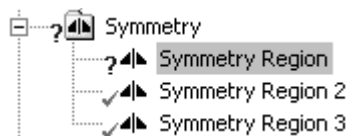

图 7.5.56 展开的所有项
步骤11 整理约束。在“Outline”窗口中展开  Symmetry 节点下的所有内容,如图 7.5.56 所示,右击  Symmetry Region 选项,在弹出的快捷菜单中选择  Delete 命令,在弹出的“ANSYS Workbench”对话框中单击  是(Y) 按钮,将其删除。